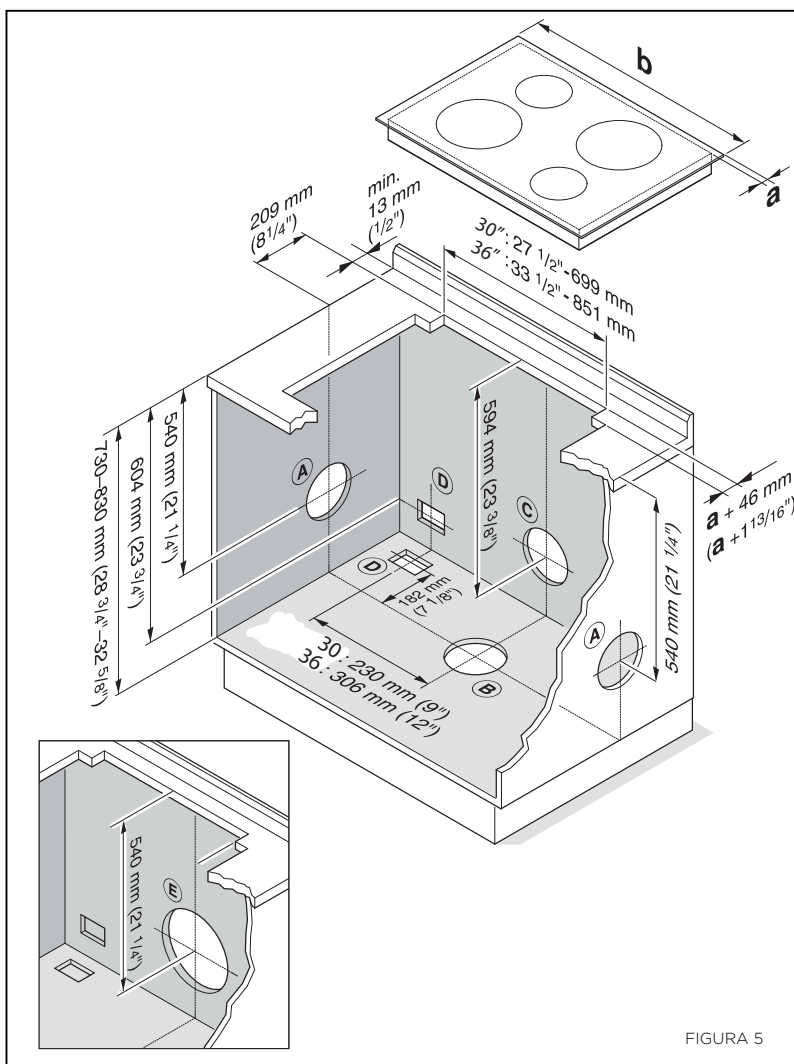
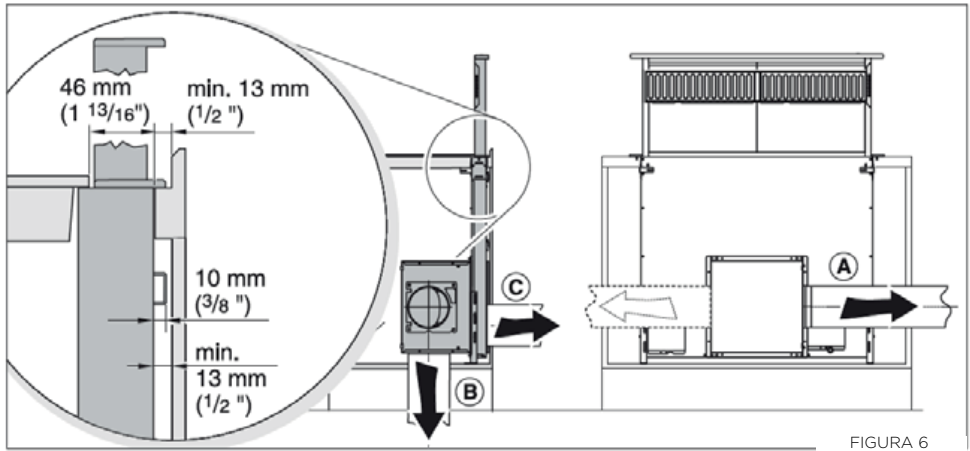

FIGURA 5
FIGURA 6
Vea la página anterior con la FIGURA 5 y la FIGURA 6 de arriba como referencia.
Cuando utilice el ventilador interno IBDD600-B instalado en la parte delantera del aparato, utilice conductos redondos de 6". Los orificios para conductos se muestran en la FIGURA 5, 6: (A) hacia la izquierda o hacia la derecha (B) hacia abajo, (C) hacia atrás. Si el ventilador se va a instalar en la parte trasera del aparato, se debe hacer un corte en la parte trasera del gabinete o en la pared donde se montará y se deben mantener los espacios adecuados detrás del gabinete.
Vea la FIGURA 5 (D), pase el cable de alimentación y el cable de control hacia abajo o hacia atrás cuando use un ventilador remoto.
Vea la FIGURA 5 (E), cuando use el ventilador remoto, instale un conducto de 10" en la parte trasera. Si instala el conducto de escape en la parte delantera, se deben mantener los espacios adecuados en el gabinete.